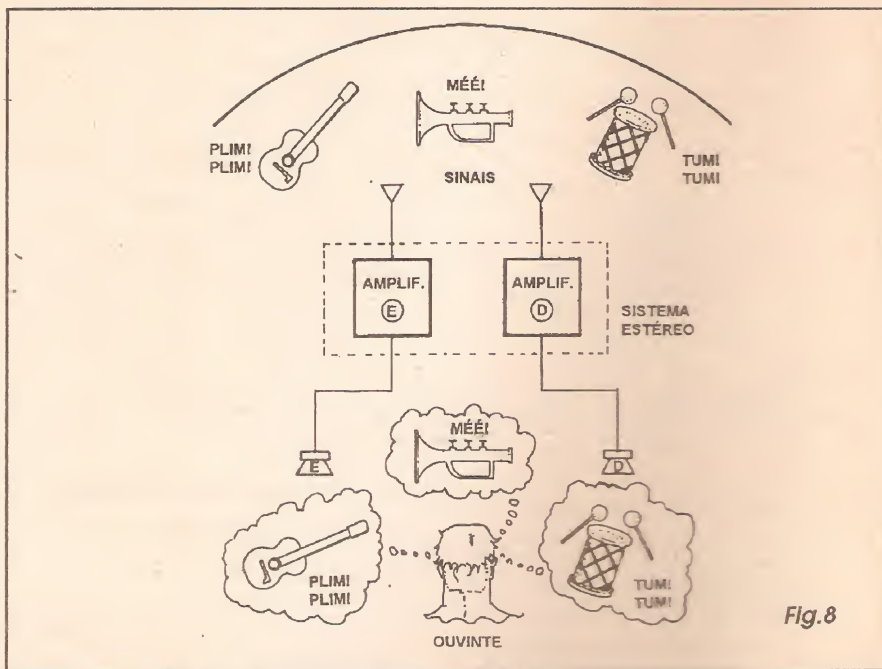

Fig.8
- FIG. 8 - A ESTEREOFONIA - Quando, muito tempo atrás, o *casamento* entre o **SOM** e a **ELETRÔNICA** ainda estava na sua *lua de mel*, tanto nas gravações mecânicas quanto nas magnéticas (já estudadas em seus aspectos básicos, no início da presente *lição*...). usava-se **apenas um canal**, ou seja: mesmo que na *captção do evento sonoro* fossem usados - por vezes - vários microfones ou transdutores (de modo a *pegar* bem os sons dos diversos instrumentos de uma orquestra ou banda - por exemplo ...), na reprodução havia uma *única fonte sonora* (seja *um só* alto-falante ou diversos deles, porém rigorosamente recebendo o *mesmo* sinal ou canal...). Dessa maneira, nossos ouvidos (que, como a maioria de vocês já deve ter percebido, *são dois*, sabiamente posicio-